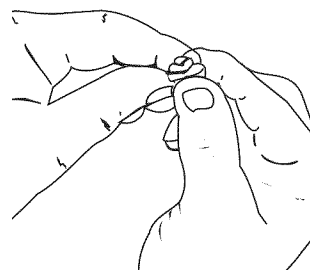

Fig. 22
5. Oprima el filtro para esparcir y eliminar el exceso de aceite (Fig. 22).